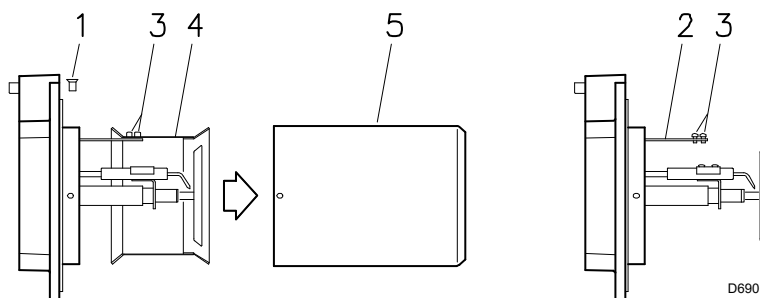

Fig. 7
5.5 Fixation du brûleur à la chaudière (Fig. 7)
- Dévisser les vis 1)(Fig. 7) et démonter la buse 5).